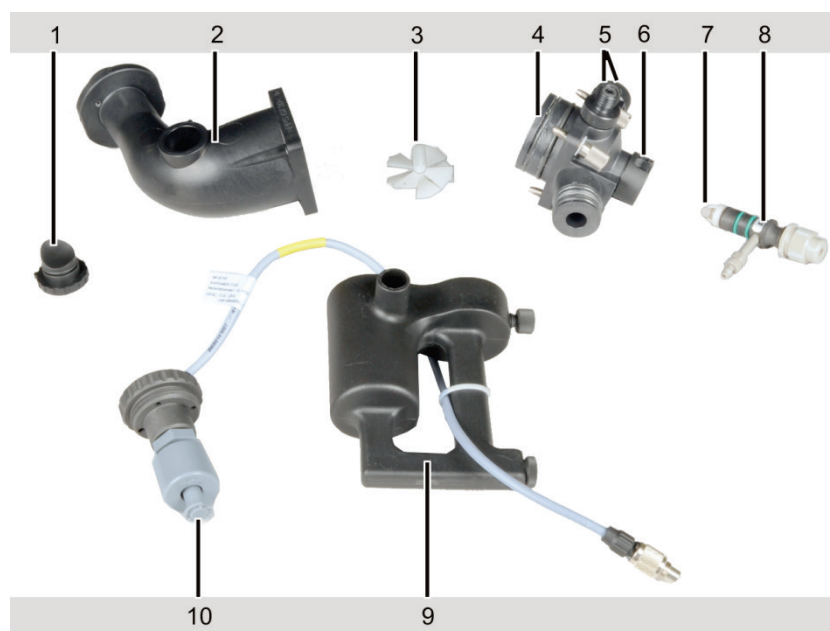
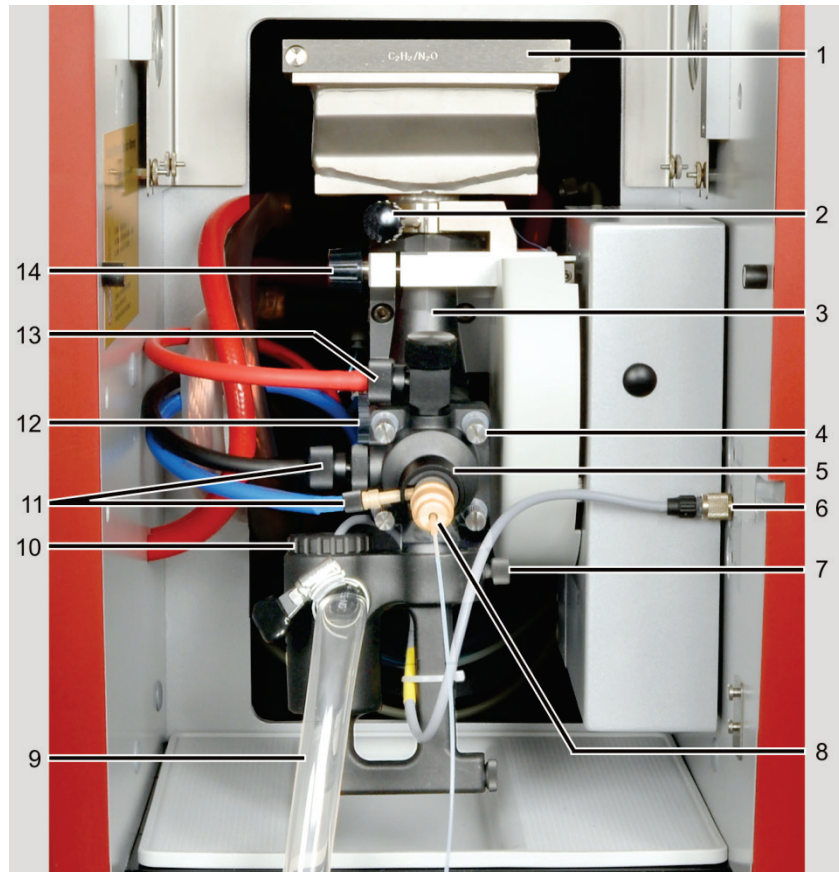
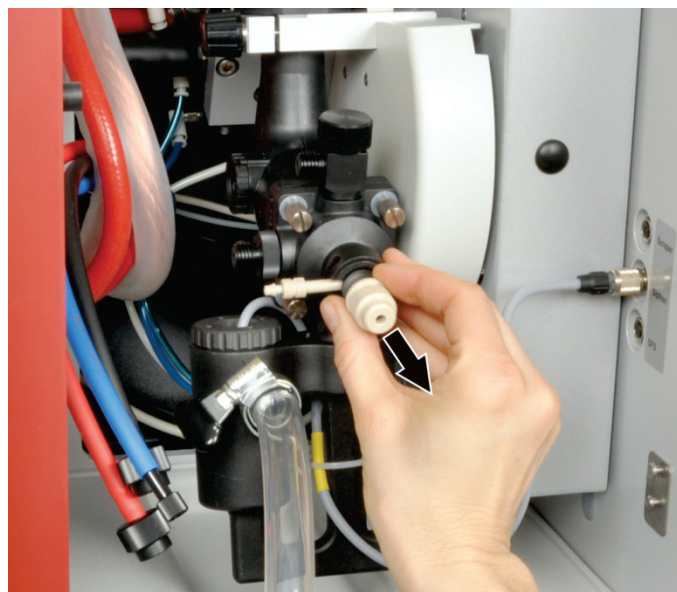

Fig. 56 Camera di miscelazione e nebulizzatore smontati per la pulizia
Fig. 57 Sistema bruciatore-nebulizzatore
Fig. 58 Estrazione del nebulizzatore dalla camera di miscelazione
1. Svitare la vite di bloccaggio (2 in Fig. 57 S.109) sul bruciatore e rimuovere il bruciatore dal collo del bruciatore.
2. Svitare i raccordi del tubo flessibile sulla testa della camera di miscelazione e nebulizzatore (11, 13 in Fig. 57) e rimuovere il tubo di aspirazione del campione dal nebulizzatore.
3. Ruotare l'anello di arresto del nebulizzatore (5 in Fig. 57) in modo che si apra il fermo. Rimuovere il nebulizzatore dalla testa della camera di miscelazione, afferrare il nebulizzatore nella scanalatura (Fig. 58).
4. Svitare il cavo del sensore per il sifone dalla connessione nella parete del vano campioni (6 in Fig. 57) e tirare.
5. Rimuovere il tubo di scarico dal raccordo di scarico del sifone (9 in Fig. 57). Per questa operazione, allentare le fascette.
6. Allentare la vite di bloccaggio del sifone (7 in Fig. 57), sfilare il sifone verso il basso. Svuotare il sifone.
7. Svitare l'inserito del sensore per il sifone, rimuovere il sensore dal sifone (10 in Fig. 56).
8. Tenere fermo il sistema, avvitare la vite a testa zigrinata sulla staffa della camera di miscelazione (14 in Fig. 57), ruotare la staffa all'indietro ed estrarre il sistema.
9. Estrarre il tappo di sicurezza (1 in Fig. 56) dalla camera di miscelazione.
10. Allentare i quattro collegamenti a vite della camera di miscelazione (4 in Fig. 57) e scomporre la camera di miscelazione in testa e tubo della camera.
11. Rimuovere il girante di miscelazione (3 in Fig. 56) dal tubo della camera.
12. Svitare i collegamenti del gas combustibile e dell'ossidante supplementare (5 in Fig. 56) dalla testa della camera di miscelazione.
2. Ruotare leggermente la sfera di impatto (7 in Fig. 56 S.108) ed estrarla dal nebulizzatore. Se la sfera di impatto risultasse bloccata, posizionare nuovamente il nebulizzatore nel bagno a ultrasuoni per diversi minuti.
2. Tenere il girante di miscelazione per la maniglia (3 in Fig. 56 pag.108) e inserirlo nel tubo della camera di miscelazione. Bloccarlo con una leggera pressione.
3. Assemblare le componenti della camera di miscelazione (tubo e testa della camera), in modo allineato e avvitare (2, 4 in Fig. 56). Assicurarsi che l'anello di tenuta sia nella posizione corretta.
4. Avvitare il sensore (10 in Fig. 56 S.108) nel sifone. Inserire il sifone nella testa della camera, in modo che il raccordo di scarico punti in avanti. Fissare il sifone con le viti di bloccaggio (7 in Fig. 57).
5. Inserire i tappi di sicurezza (1 in Fig. 56) sul tubo della camera.
6. Avvitare i raccordi per il gas combustibile e l'ossidante supplementare (5 in Fig. 56) nella testa della camera di miscelazione con gli anelli di tenuta.
7. Inserire il nebulizzatore (8 in Fig. 56) nella testa della camera e fissarlo con gli anelli di bloccaggio (6 in Fig. 56).
8. Fissare il sistema camera di miscelazione-nebulizzatore alla regolazione dell'altezza nel vano campioni per mezzo della staffa (14 in Fig. 57). Il segno deve trovarsi sopra il bordo del fermo (2 in). Il vassoio del tubo della camera di miscelazione deve poggiare uniformemente sul fermo. Avvitare saldamente la vite a testa zigrinata sulla staffa.
9. Collegare il cavo del sensore per il sifone (6 in Fig. 57) alla presa della parete laterale del vano campioni (attenzione al nasello) e avvitare.
10. Inserire il tubo di scarico sul raccordo di scarico del sifone (9 in Fig. 57). Fissare con le fascette. Il tubo di scarico deve avere un'inclinazione costante fino al flacone di scarto.
12. Inserire il bruciatore sul tubo della camera di miscelazione e ruotarlo contro la battuta di 0°. Serrare con la vite di bloccaggio (2 in Fig. 57).
13. Avvitare il tubo per il gas di combustione (rosso) in alto sulla testa della camera di miscelazione (13 in Fig. 57).
14. Avvitare il tubo per l'ossidante (blu) al raccordo del nebulizzatore (11 in Fig. 57).
15. Avvitare il tubo per l'ossidante supplementare (nero) al raccordo sul lato della camera di miscelazione (11 in Fig. 57).